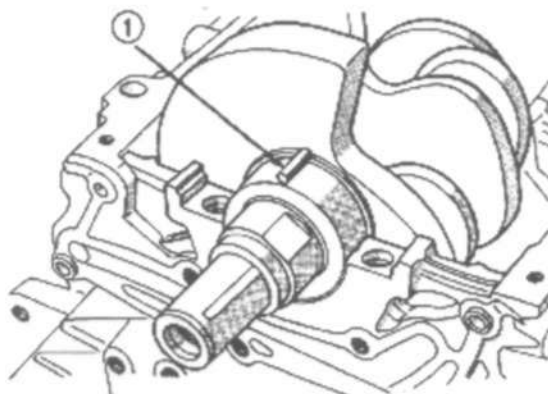

Рис. 4 Помещение PLASTIGAGE в нижний вкладыш: типовое расположение
- (1) Удалить масло с проверяемых поверхностей. Масло может разъедать инструмент PLASTIGAGE.
- (2) Поместить часть PLASTIGAGE поперек ширины вкладыша подшипника, примерно на 6 мм от центра и на удалении от отверстий подачи масла (Рис. 4). (дополнительно можно проверить подозрительные участки, поместив на них PLASTIGAGE). Затянуть болты крышки соответствующего подшипника заданным моментом.